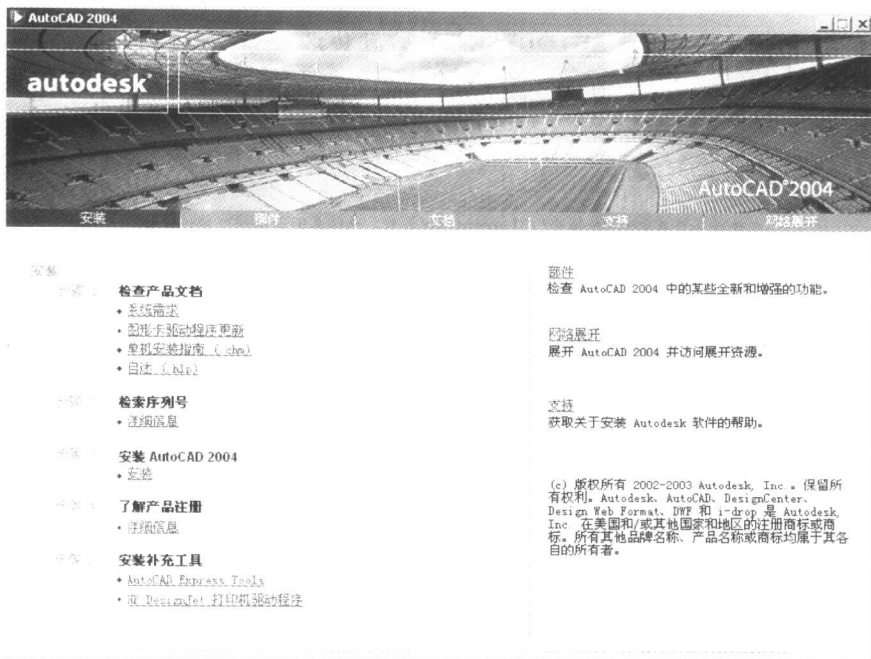

图 1.4 安装界面
- (1) 关闭所有正在打开的 Windows 应用程序(包括防病毒程序)。
- (2) 将 AutoCAD 2004 的安装光盘放入光驱, 系统将自动运行安装程序, 打开如图 1.4 所示的安装界面。